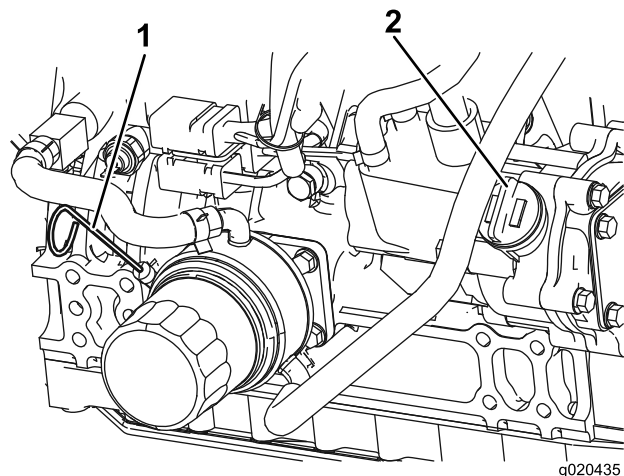

Figura 74
3. Togliete l'asta di livello, pulitela strofinandola, rimettetela nel tubo ed estraetela di nuovo. Il livello dell'olio deve raggiungere la tacca di pieno (Full) (Figura 74).
4. Se l'olio non raggiunge la tacca Full, togliete il tappo di riempimento (Figura 74) e aggiungete olio finché il livello non raggiunge la tacca. **Non riempite troppo.**